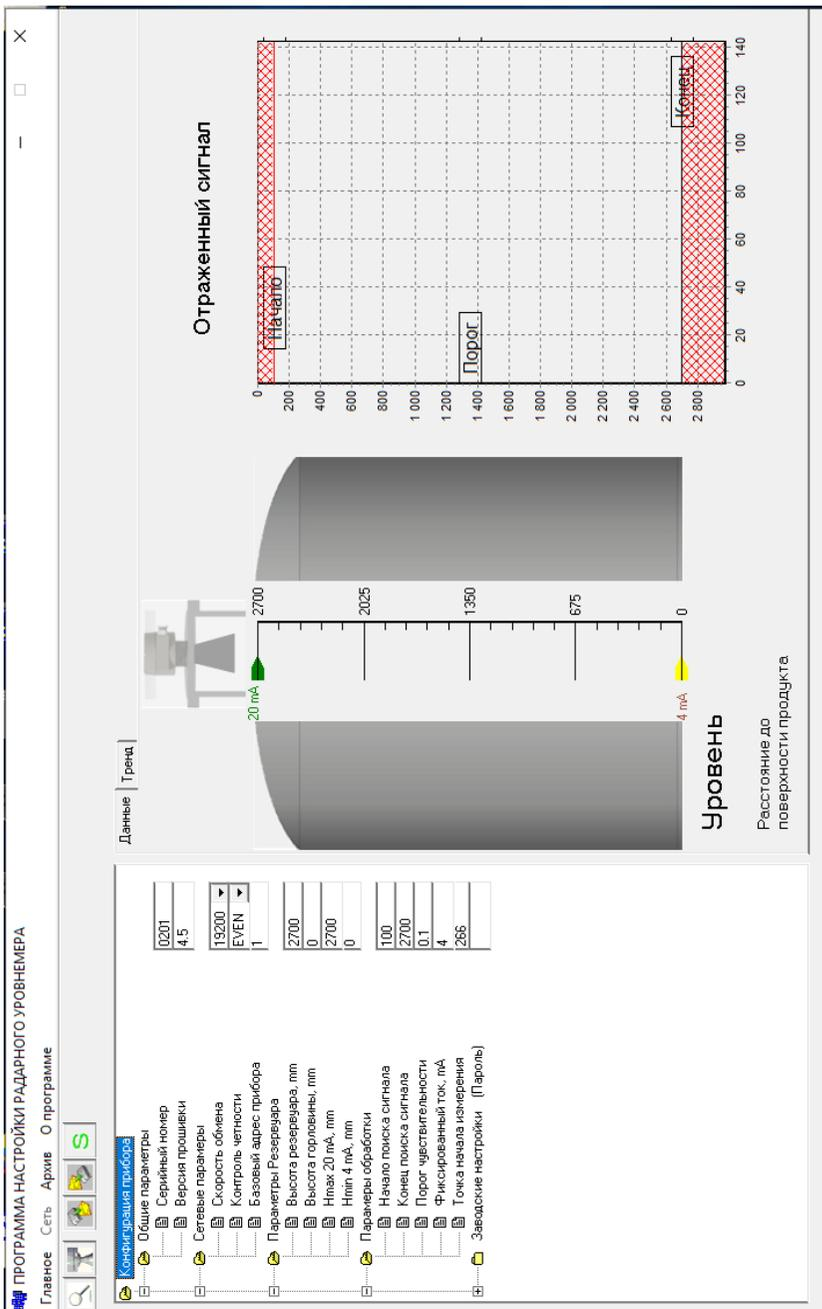

Рисунок 2.9 – Главное меню программы
2.6.1 Задание параметров конфигурации УР-31 с помощью программы настройки «ur31_setup» (рисунок 2.9) осуществляется в следующей последовательности.